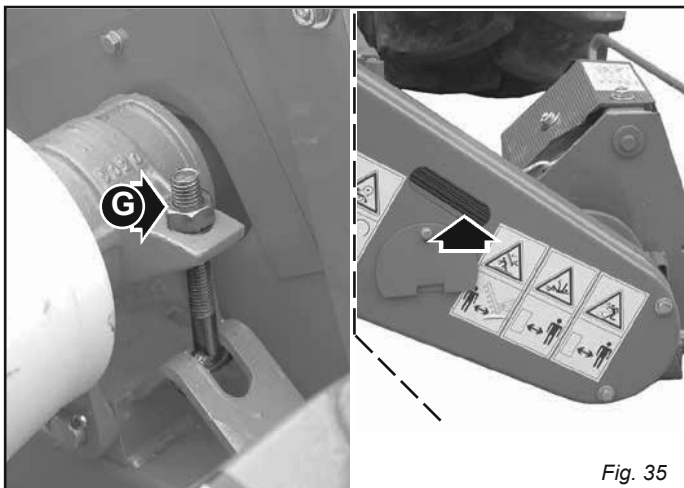

Fig. 35
- Controllare la tensione delle cinghie attraverso la finestrella praticata sul carter; il gioco non deve superare i due centimetri. Regolare eventualmente la tensione tramite il dado (G, Fig. 35). La finestrella di ispezione va tassativamente chiusa con l'apposito coperchietto dopo ogni ispezione alle cinghie.